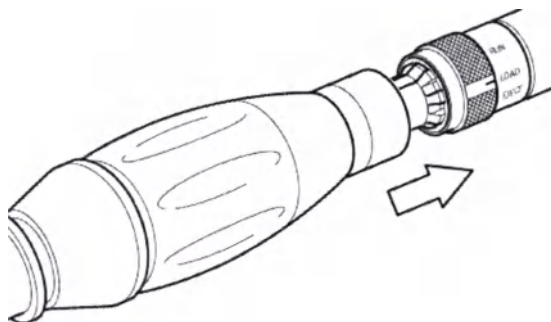

Рисунок 1
2. Вставьте патрон в рукоятку микродрели и поверните, пока патрон не займет правильное положение. Потяните патрон, чтобы убедиться, что он установлен надежно. См. рисунок 1.